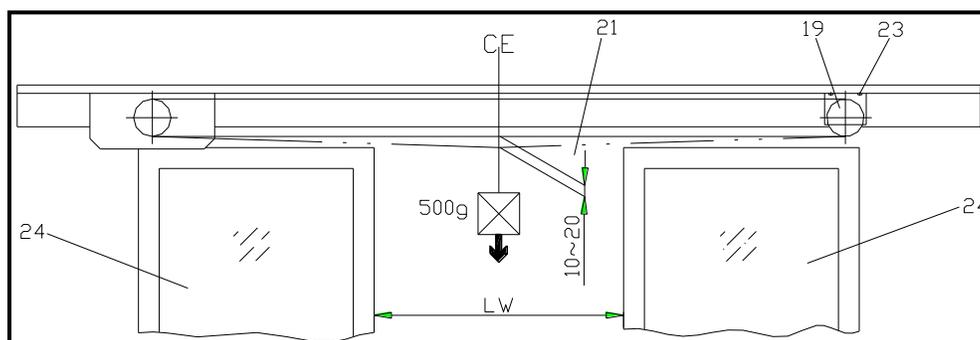

Figura 4.17
6. Empuje la p Polea de retorno (19) hacia afuera, hasta que la correa dentada (21) quede plana. Apriete los tornillos (23).
7. Golpee la p Polea de retorno (19) con un mazo de goma hasta que la correa dentada tenga la tensión siguiente, como se indica en la figura 4.17